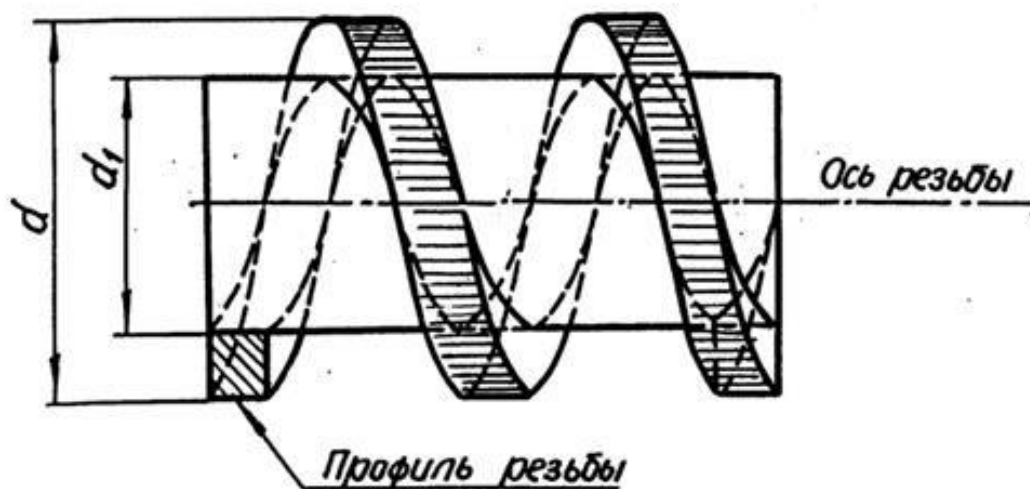

Рис. 2
Основные элементы и параметры резьб имеют следующие определения. **Ось резьбы** – прямая, относительно которой происходит винтовое движение контура, образующего резьбу (рис. 2).
**Наружный диаметр резьбы** ( $d$  – для болта,  $D$  – для гайки) – диаметр воображаемого цилиндра, описанного вокруг вершин наружной резьбы или впадин внутренней резьбы (рис. 2).